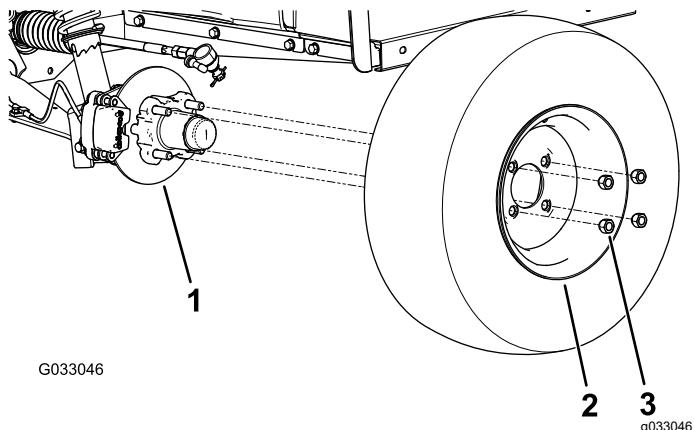

Bild 25
2. Nehmen Sie die vier Radmuttern ab, mit denen das Rad an der Radnabe befestigt ist (Bild 25).
4. Fluchten Sie die Löcher im Rad mit den Bolzen der Nabe aus und montieren das Rad so an der Nabe, dass das Reifenventil außen ist (Bild 25).
5. Befestigen Sie das Rad mit den Radmuttern an der Nabe (Bild 25).